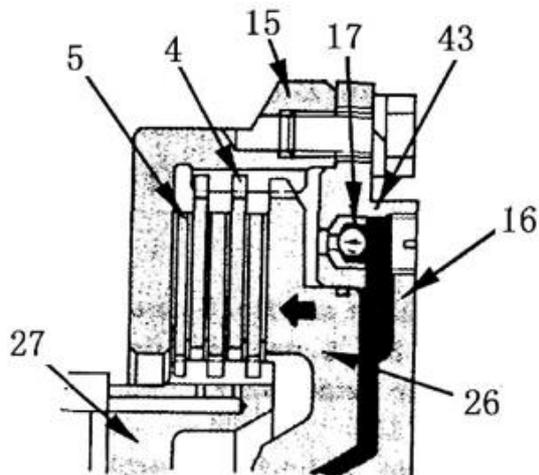

Рис. 5-27
под давлением (см. Рис. 5-27). Функция дисковой пружины (42) заключается в увеличении рабочей скорости поршня (3) и разъединяющего эффекта дисков.